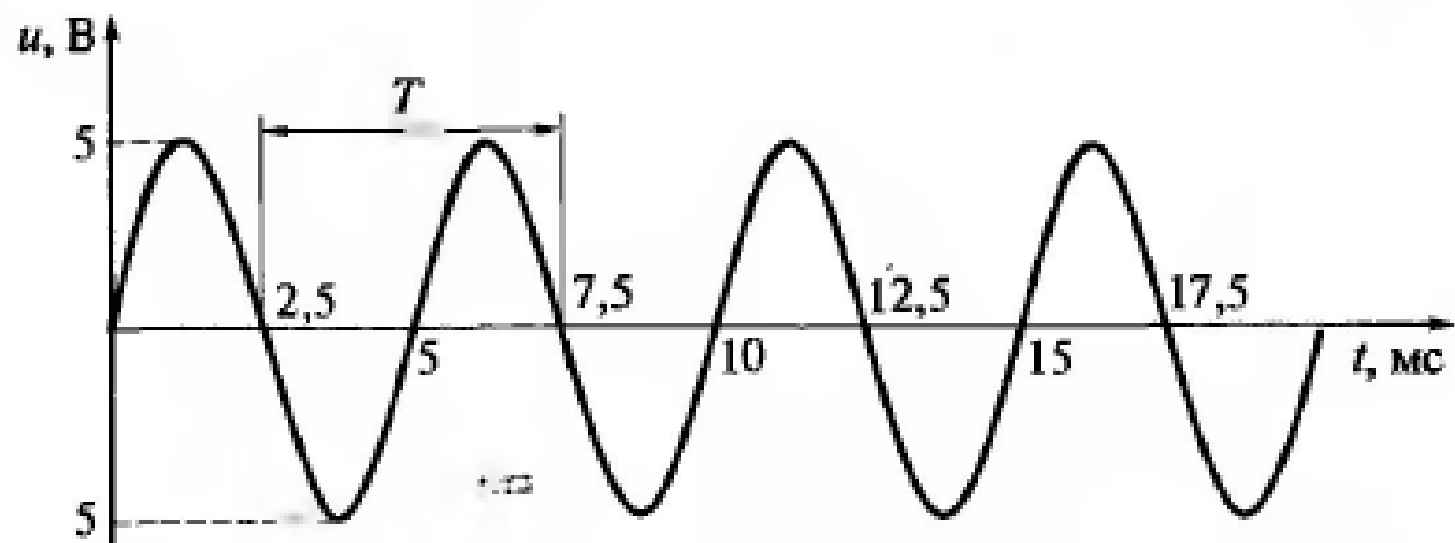

Рис. 6.7. Синусоидальный сигнал с заданными параметрами к примеру 6.6
**Пример 6.6.** Требуется определить, какие органы управления в какое положение следует установить для получения на выходе генератора ГЗ-109 сигнала вида, представленного на рис. 6.7.
*Решение.* Из рис. 6.7 сделаем выборку заданных параметров синусоидального сигнала:  $U_m = 5$  В. Тогда  $U = 0,7 \cdot 5$  В = 3,5 В.
По рис. 6.7 определим период повторения синусоидального сигнала  $T = (7,5 - 2,5)$  мс = 5 мс =  $5 \cdot 10^{-3}$  с.